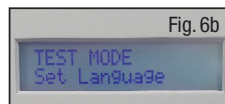

Fig. 6b
- Appuyez maintenant une fois sur le bouton fléché vers le haut et l'unité d'alimentation affichera « TEST MODE Set language » (Définir la langue) (Fig. 6b).